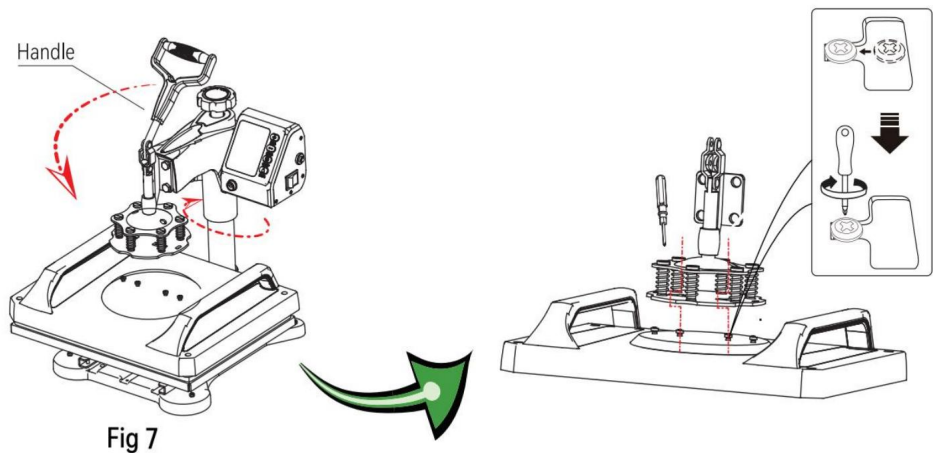

Fig 7
7. Drehen Sie den Kopf zurück in die Ausgangsposition und drücken Sie den Griff so, dass die Kappe der Flachrundschaube über der Druckplatte in den Schlitz einrastet und dann mit einem Schraubendreher festmachen (siehe Abb. 7)